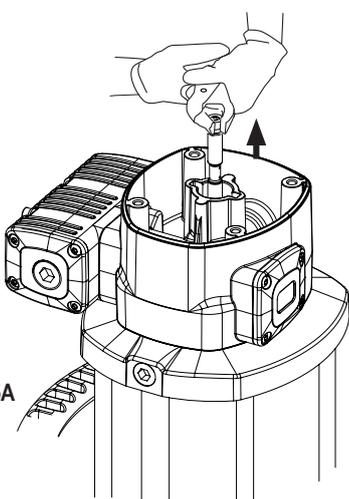
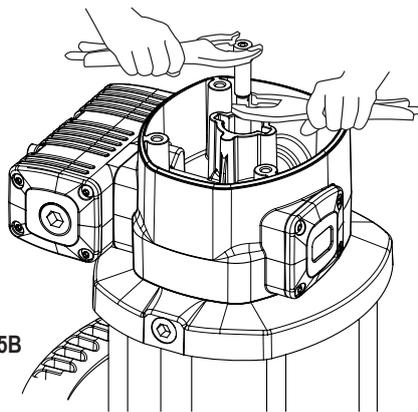

FIG 5A
FIG 5B
1. Unscrew the bolts (2) and remove the cap (3).
2. Unscrew the sensor sleeve (4).
3. With a manual clamp on the nut (5), pull the rod (40) outwards until its central recess appears (fig. 5A). Then, with another manual clamp, grab the rod (40) on said recess to prevent sealing surface to be damaged, and unscrew the nut (5) (fig. 5B).
4. Remove o-ring (6) and ring (7), and replace them with new ones later.
5. Unscrew the bolts (55). Pull the motor body (13) outwards to free it along with bridle (36).
6. Take away the gasket (9) and replace its seals (8) and (10).
7. Unscrew the bolts (37) and split the motor (13) from the bridle (36). Take away the washer (32) and replace the seal (8).
8. Take away the cylinder (50) while carefully holding the air piston (45). Replace the piston seal (44).
9. Reassemble in reverse order, applying thread locker in screws (37), nut (5) and sensor sleeve (4).
1. Skruva bort skruvarna (2) och ta bort locket (3).
2. Skruva bort sensorhylsan (4).
3. Använd en polygrip för att hålla fast muttern (5), dra axeln (40) uppåt tills en avsmalning i axeln blir synlig (fig 5A). Använd ytterligare en polygrip och fatta runt avsmalningen i axeln för att undvika skador på tätningsytorna på axelns större diameter, och skruva sedan bort muttern (5) (fig 5B).
4. Ta bort o-ringen (6) och ringen (7) och byt ut mot nya senare.
5. Skruva bort skruvarna (55). Dra bort luftmotorns hus (13) tillsammans med adapterplattan (36).
6. Ta bort hylsan (9) och byt tätningarna (8) och (10).
7. Skruva bort skruvarna (37) och dela luftmotorn (13) från adapterplattan (36). Ta bort brickan (32) och byt ut tätningen (8).
8. Ta försiktigt bort luftcylindern (50) samtidigt som man håller i luftkolven (45). Byt ut luftkolvens o-ring (44).
9. Montera i omvänd ordning, applicera låsvätska på skruvarna (37), muttern (5) och sensorhylsan (4).